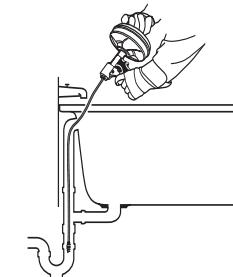

Figura 4
- Retire la placa del rebosadero de la bañera y su mecanismo interior (Figura 4).